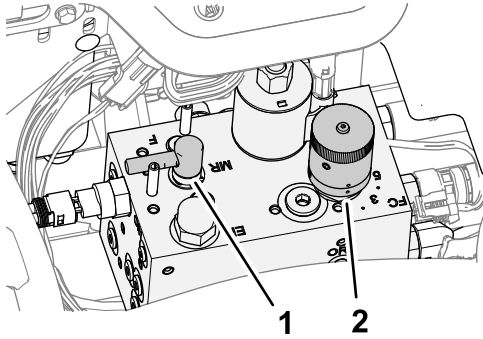

Bild 91
3. Drehen Sie den Läpphebel in die F-Stellung (Bild 91).